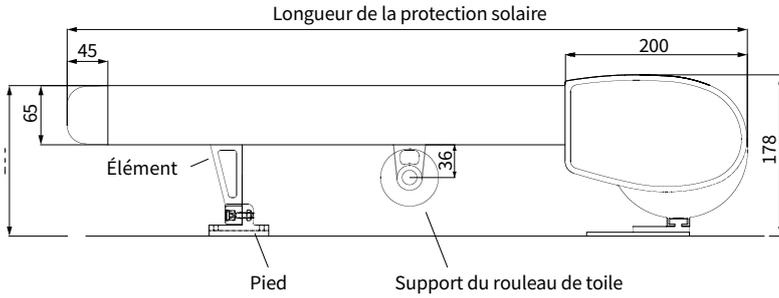

Fig. 1 Vue de profil avec dimension
**Attention !** Si la projection est supérieure à 3500 mm, nous recommandons d'installer un support de rouleau intermédiaire. Le cas échéant, montez les supports de rouleau dans la coulisse latérale. **(Voir figures 1 et 3)**